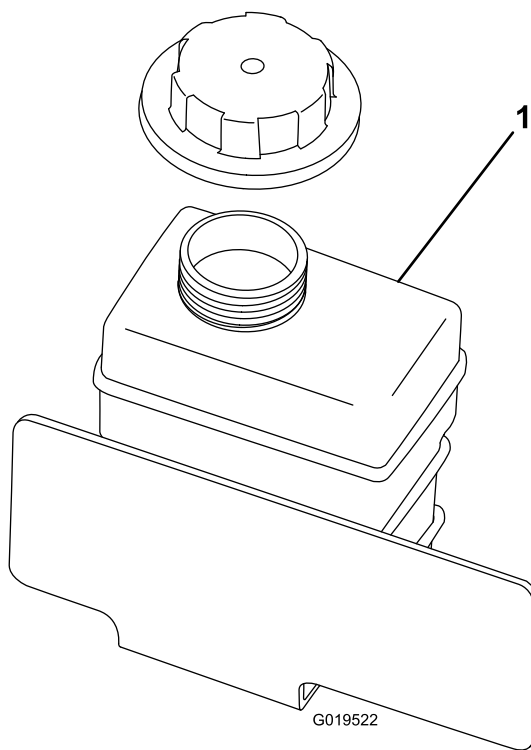

Figura 17
2. Compruebe el nivel de refrigerante en el depósito auxiliar (Figura 17). El refrigerante debe llegar a la parte inferior del cuello de llenado.